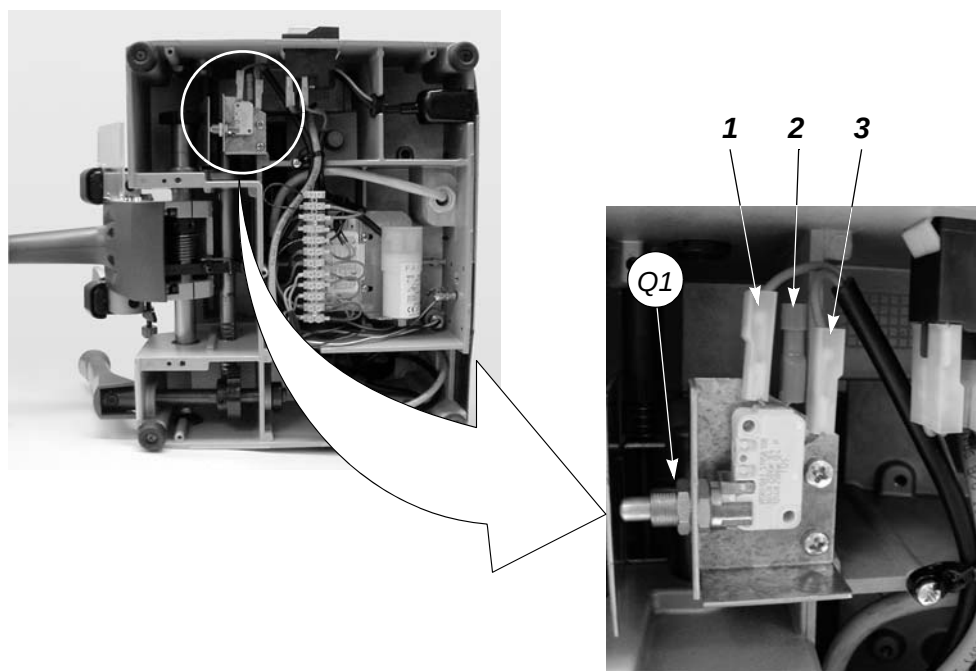

Fig. 34
- 4) Desaperte a porca (Q1) e retire o micro-interruptor (fig. 34).